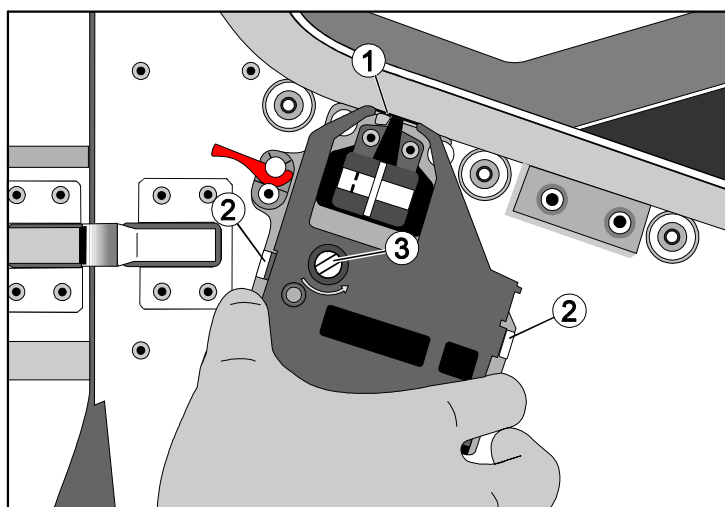

Figure 19
- Glisser la partie visible du ruban de la nouvelle cartouche au-dessus de la tête de l'imprimante ( voir (1) de la
- Figure 19 ).
- Presser sur les bords de la cartouche jusqu'à ce que les deux ergots (2) se crochent au support.
- Tendre le ruban en tournant d'un demi-tour dans le sens de la flèche la partie mobile (3) de la
- Figure 19.